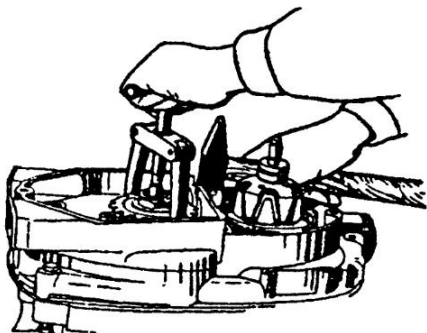

Рис. 5.13. Снятие крышки коробки передач "Иж-П5"
- снять крышку коробки передач (рис. 5.13) при помощи съемника, не допуская повреждения прокладки. Если сектор переключения снимается вместе с крышкой коробки, то опорная шайба вала переключения выталкивается сектором и при перекосе может затруднить снятие крышки. В этом случае нужно